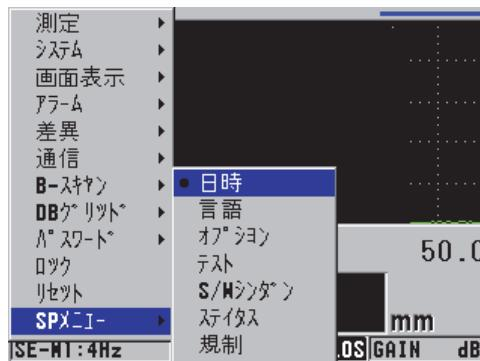

図 4-2 SP メニュー画面
2. SP メニュー（45 ページの図 4-2 を参照）、日時を選択します。